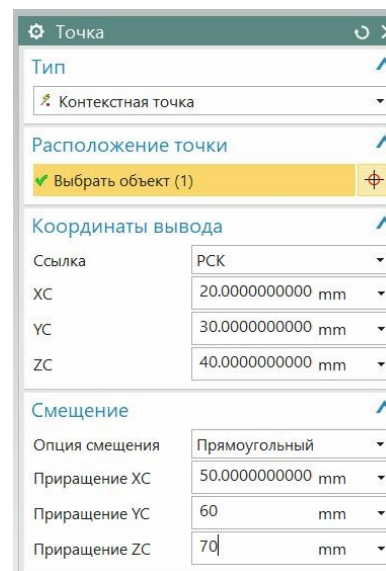

рис.41
- В предыдущем примере, когда мы хотели узнать координаты уже существующей точки, при указании на эту существующую точку в диалоговом окне рис. 34, 37, в поле «Тип» нам нужно было бы указать опцию «Существующая точка» (рис.41).
- Обратите внимание на то, что в диалоговом окне построения точки (рис.41) есть поле «Смещение».
- После указания базовой точки в диалоговом окне рис.41, в поле *Координаты вывода* система тут же проставит координаты указанной точки.
- В том же диалоговом окне раскройте поле *Смещение* (рис.41), и в нем выберите вариант *Прямоугольный*. А затем в расширившемся поле (рис.41) укажите смещение новой точки относительно точки базовой.